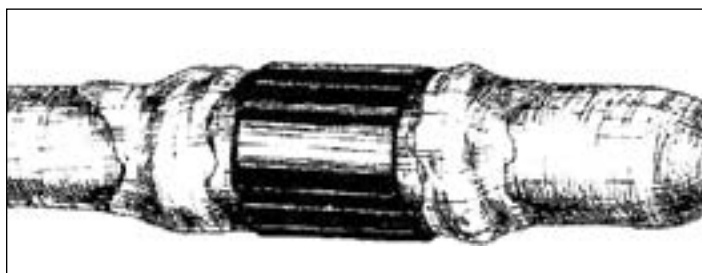

Рис. 4.28. - Усаженная трубка ТУТ 80/40 над марлевым пояском
**4.5.5.** Далее делают кольцевой пропил в середине муфты шириной 10 мм, удаляют полоску свинца. Затем промежуток заполняют наложением узкого марлевого бинта с промазкой эпоксидным компаундом до сравнения с наружным диаметром свинцовой муфты. Накладывают поверх 6 слоев широкого бинта с промазкой компаундом. Поверх марлевого пояса устанавливают и усаживают трубку ТУТ 80/40 длиной 100 мм (Рис. 4.28). На этой операции устройство газонепроницаемой изолирующей муфты ГМСМИ-40 заканчивается.